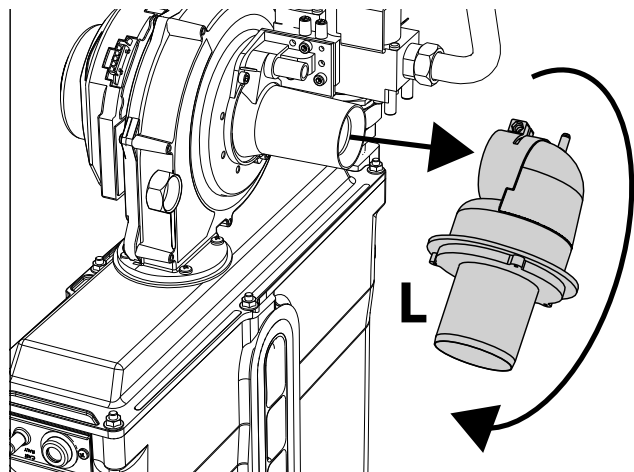

fig. 67
4. Ruotare e sfilare il silenziatore "L" (vedi fig. 67).